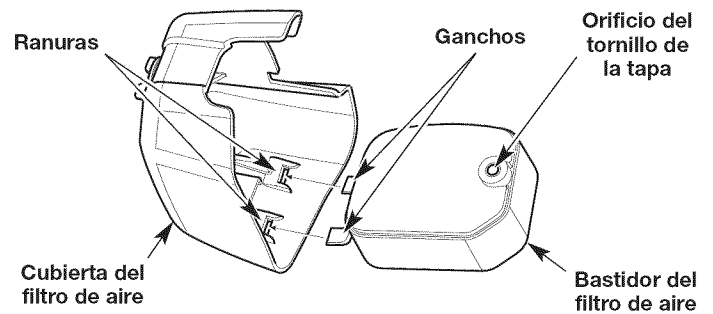

Fig. 18
6. Vuelva a poner el filtro dentro de la caja del filtro de aire (Fig. 18).
7. Inserte los ganchos de la caja del filtro de aire en las ranuras de la tapa del filtro (Fig. 18).
8. Gire la tapa del filtro de aire a la derecha y alinee el tornillo de la tapa con el orificio correspondiente (Fig. 18). Apriete el tornillo para asegurar la tapa del filtro de aire.